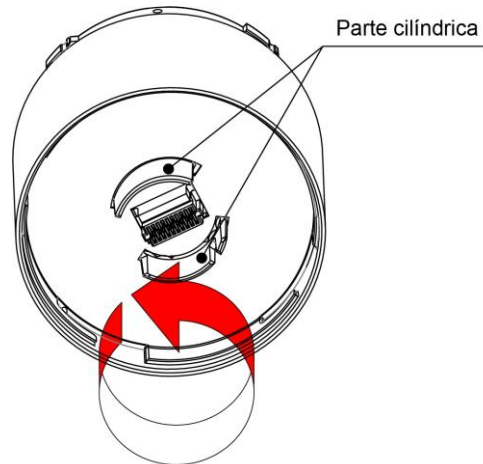

Figura 2
- ◇ Si la unidad LED no se une correctamente a este producto, asegúrese de que la lengüeta de la parte cilíndrica, ubicada en la parte superior de la unidad LED, esté correctamente colocada dentro de la ranura. Si la lengüeta está fuera de la ranura, como se muestra en la Figura 1, consulte la Figura 2 para ver cómo ajustarla. Además, según la manera en que se retire, es posible que la lengüeta se salga de la ranura (como se muestra en la Figura 1) al desconectar la unidad LED de este producto. Si el producto se vuelve a conectar mientras la lengüeta sigue en este estado, se podría dañar.
- En el centro de la parte inferior del producto, gire la parte cilíndrica en sentido antihorario (Consulte  Figura 2)